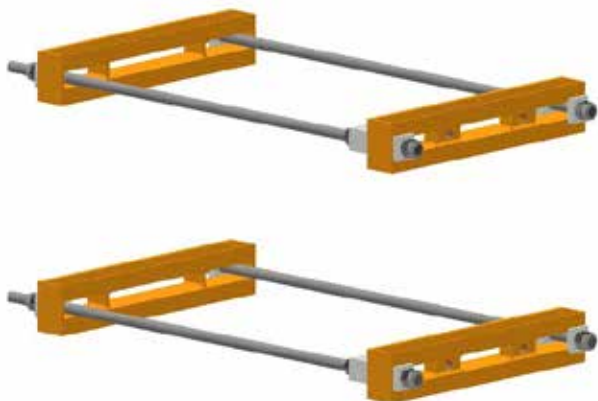

fig.16
2. Compruebe la ausencia de defectos evidentes de las estructuras de soporte/fijación(fig.16).